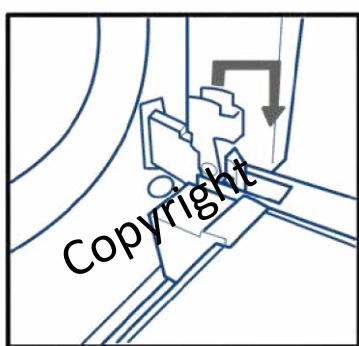

Figura 1
2. Tirare completamente in avanti i ganci di chiusura delle cerniere dello sportello (vedi figura 1).